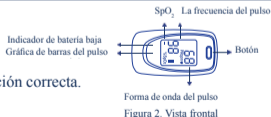

Figura 3. Instalación de las baterías
- Paso 1. Consultar la figura 3 e introducir las dos baterías tamaño AAA adecuadamente en la dirección correcta.